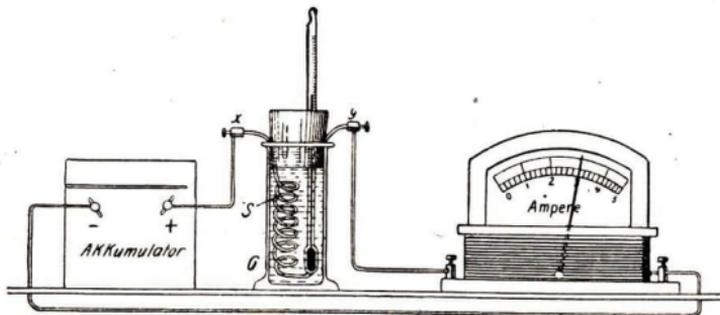

Abb. 370. Bestimmung des Wärmewertes von 1 Watt
3. Die Spannungsmesser (Voltmeter) sind gebaut wie die Amperemeter, nur zeigen sie einen ungeheuer großen Widerstand W (bis 20000Ω). Sie dürfen also nie in den Arbeitsstromkreis selbst eingeschaltet werden. Man legt sie nur im Nebenschluß an die Klemmen x, y jenes im Stromkreis befindlichen Apparates (Motor, Spule, Lampe, Heizapparat, elektrolytisches Bad), dessen Spannungsverbrauch E man gerade messen möchte. (Vgl. z. B. Abb. 370.)
Schülerübung. (Abb. 370.) In einem mit 80 g Wasser gefüllten kleinen Zylinder befinde sich eine Heizspirale *S*. Wir schließen diese an einen Akkumulator und ein Amperemeter an. **Stromstärke $i = 3$ Amp** (siehe Abb. 370!). — Wir messen